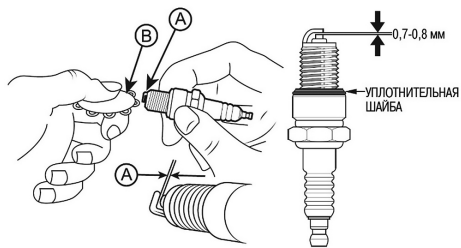

Рис. 33 Проверка межэлектродного зазора
4. Измерьте зазор А между электродами свечи зажигания специальным щупом В. Зазор должен быть $0,7-0,8$ мм (Рис. 33). При увеличении или уменьшении требуемого зазора, рекомендуется заменить свечу, так как регулировка зазора может привести к изменению качества искрообразования.